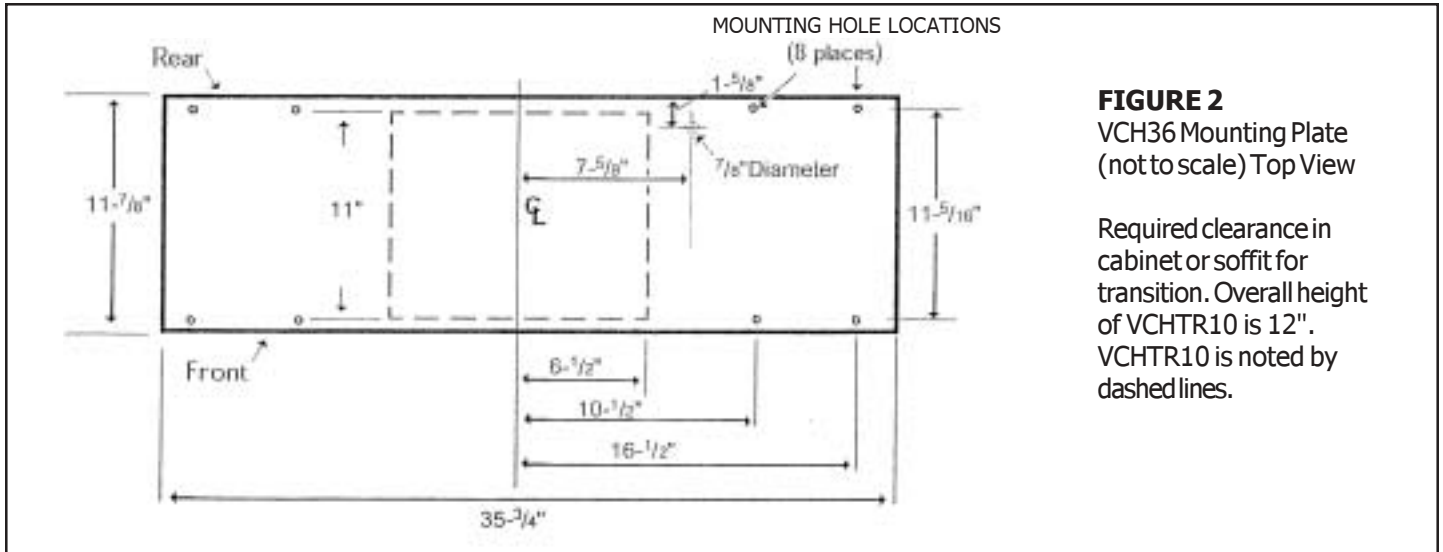

FIGURE 2
- Préparer l'armoire ou le soffite en perçant des trous pour la fixation du boîtier de filtre. Figures 2 et 3 montrent la vue du dessus du VCH36 et du VCH54 respectivement. Chaque figure montre la position des trous de fixation, la dimension générale de la plaque de fixation du boîtier de filtre, le dégagement requis pour la transition. Voir figure 4 pour le dégagement requis pour la transition du PLENUM dans l'installation du VCH54.